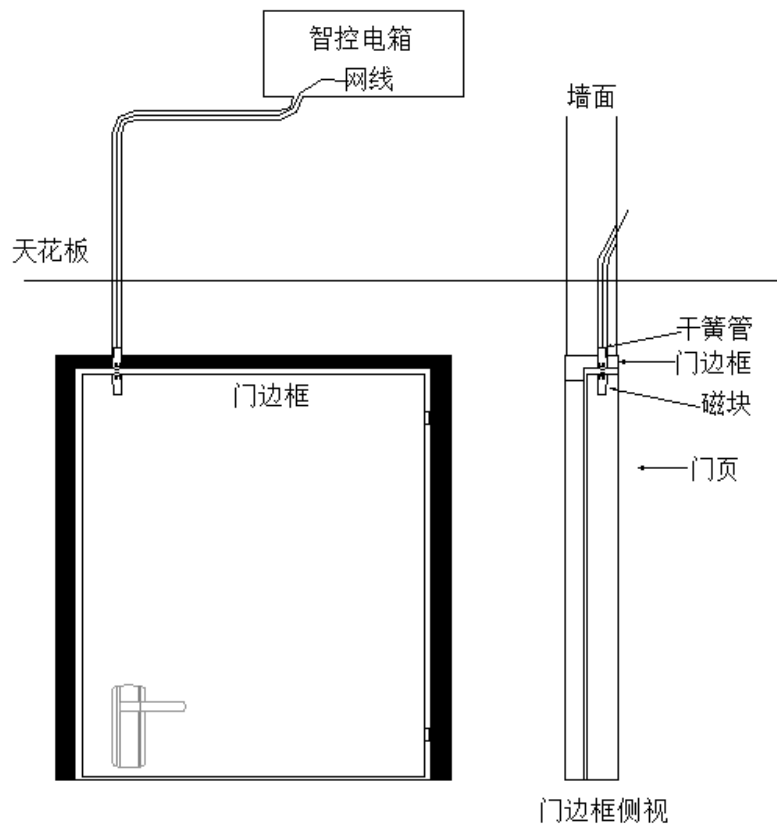

图 4-1
2)控制面板可采用超五类 8 芯网络线，建议最好是一个底盒布一根网线（洗手间内的请稍候跟紧急按钮开关可共用一根超五类 8 芯网络线），大门门磁及衣柜门磁等开关可采用 4 芯电话线。安装方法可参照图 4-1。